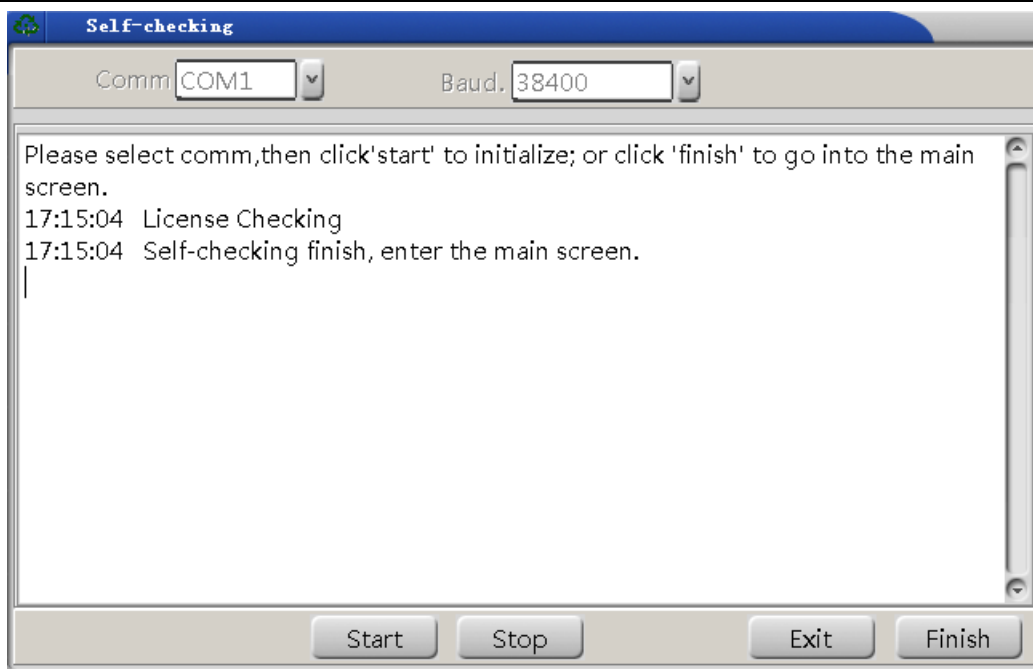

Рис. 4-2 Самопроверка
Выберите имя пользователя (User Name) и введите пароль (Password); по умолчанию имя пользователя - "admin", а пароль - "ichem". Нажмите (OK) для входа в интерфейс «Самопроверка» (Self-Checking) после выбора языка (рис. 4-2).